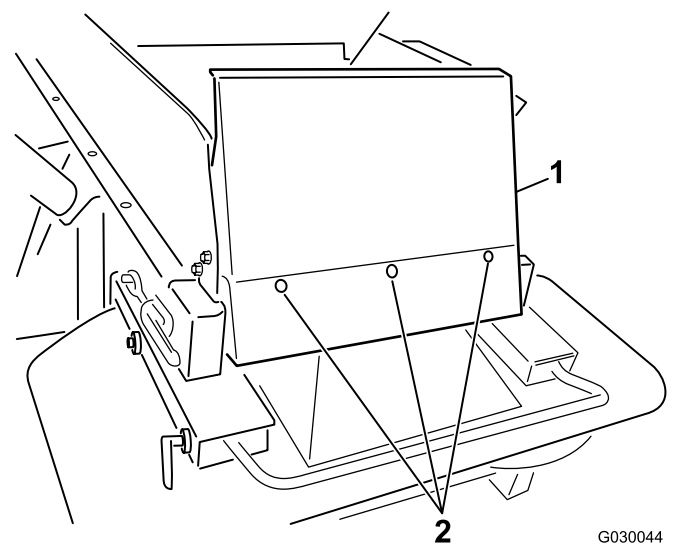

Figura 7
6. Montate la protezione della tramoggia utilizzando i bulloni a testa tonda ($\frac{1}{4} \times \frac{5}{8}$ poll.) e i dadi di bloccaggio in nylon in dotazione (Figura 7).